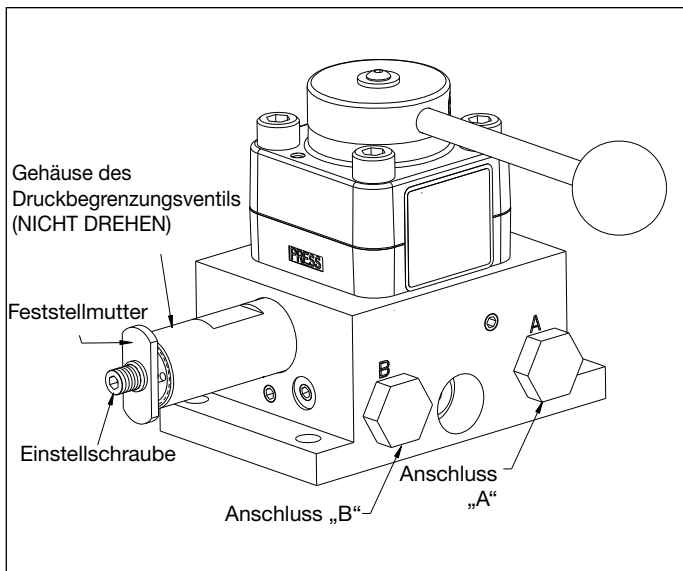

Abb.13, Druckbegrenzungsventil - VM43-LPS
1. Bauen Sie ein 0 – 1000 bar [0 – 15.000 psi] Manometer an Anschluss „A“ (siehe Abb. 13) ein.
2. Entfernen Sie beide Bürstenkappen (A), indem Sie die Bürstenkappenverriegelung biegen (B) und vorsichtig nach außen bewegen (siehe Abb. 13).